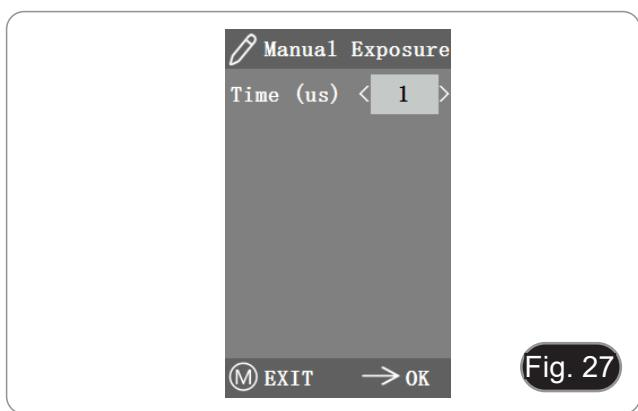

Fig. 27
- Na exposição manual, também se pode ajustar a exposição, ajustando o valor do “tempo de exposição”. (Fig. 27)